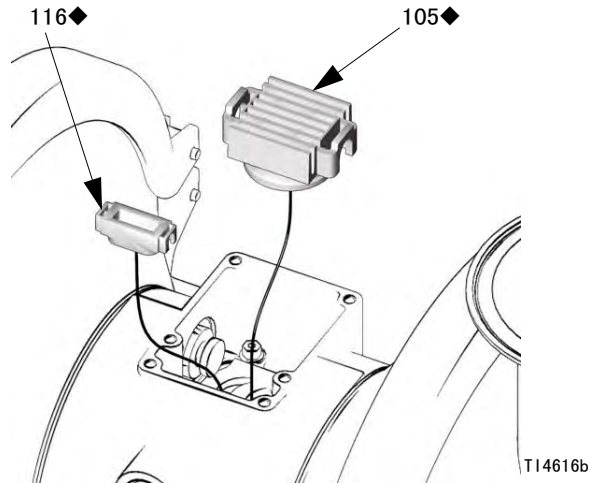

图 7
3. 将空气阀座 (105) 移到中心位置并将其从机孔中拉出。使用尖嘴钳, 将导向块 (116) 向上笔直拉出机孔。参见图 7。